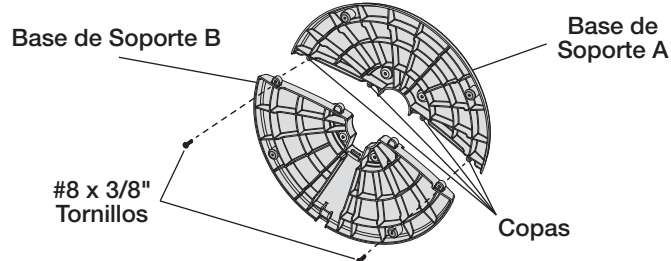
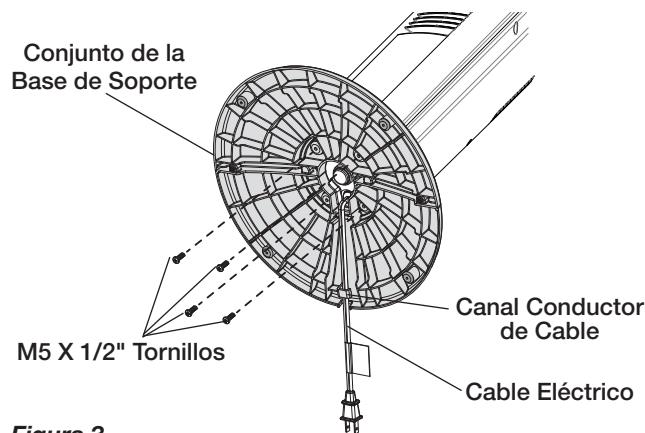

Figura 1
Figura 3
2. Arme las Mitades de la Base de Apoyo encastrando las Puntas de la **Base de Apoyo A** con los Orificios para Puntas en la **Base de Apoyo B**. Asegure (2) **#8 X 3/8" Tornillos** en los dos orificios externos en la parte inferior de la Base. (Figura 1)
4. Alinee la Montura de la Base de Apoyo con la Base del Motor, teniendo en cuenta que la ranura del cable en la parte inferior de la montura de la base de apoyo debe apuntar hacia la parte posterior del Ventilador. Adose la Montura de la **Base de Apoyo** a la Base del Motor con **Tornillos Largos M5 de 1/2"**. Cerciérese de alinear la Llave del **Conjunto de la Base de Soporte** con la Muesca Localizadora de la Base Del Motor. (Figura 1) Suavemente tire del **Cable Eléctrico** para evitar que quede flojo y colóquelo en el **Orificio de Colocación del Cable**. (Figura 3)